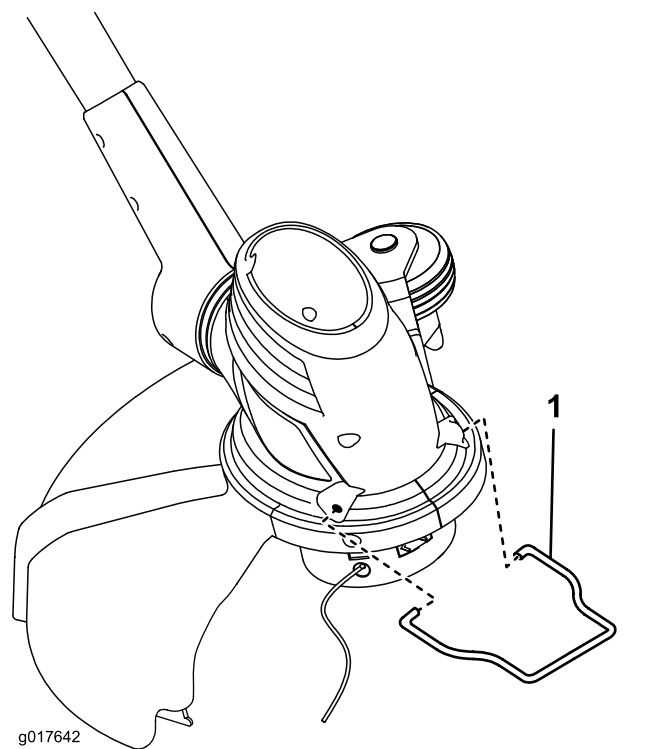

Figure 3
- Insérez les extrémités du protège-bordure métallique dans les trous du carter de la débroussailleuse, comme montré à la Figure 3.